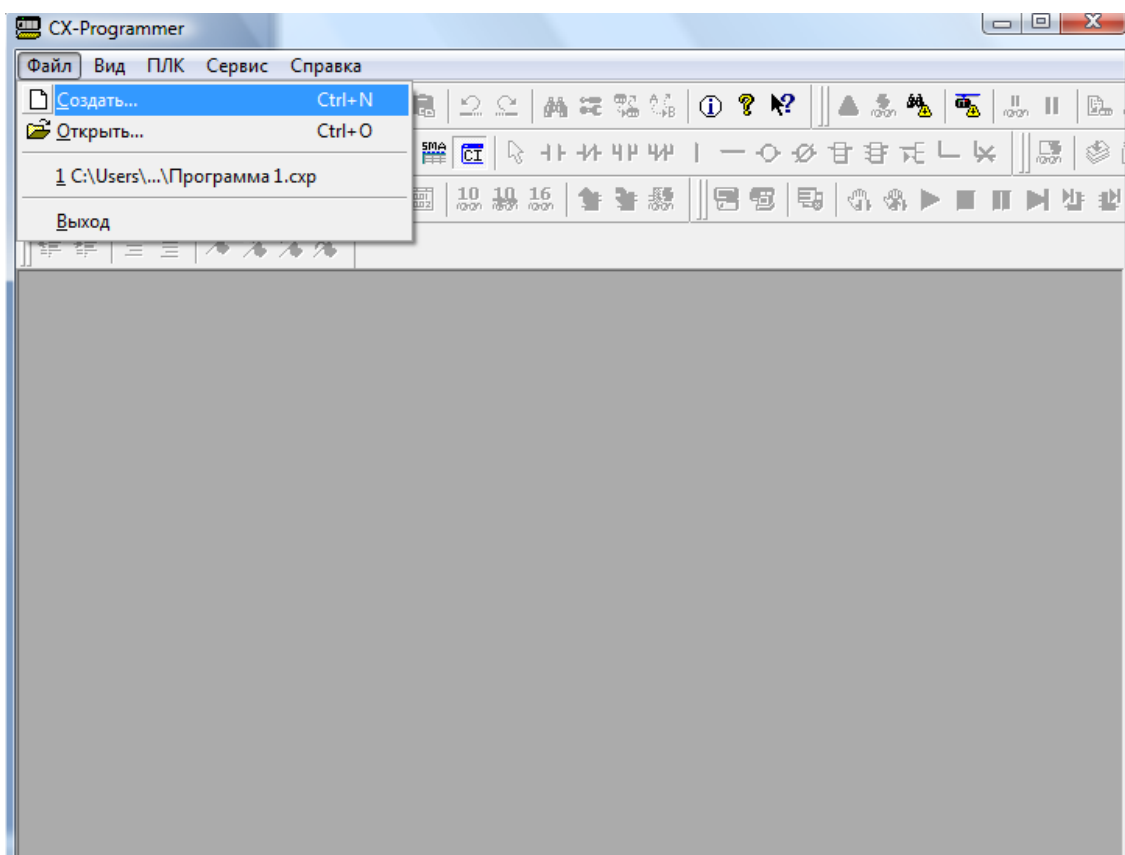

Рисунок 6 – Создание проекта
1. В главном меню выберите [File] – [New] (Файл – Создать) (рисунок 6). При этом откроется окно изменения ПЛК.